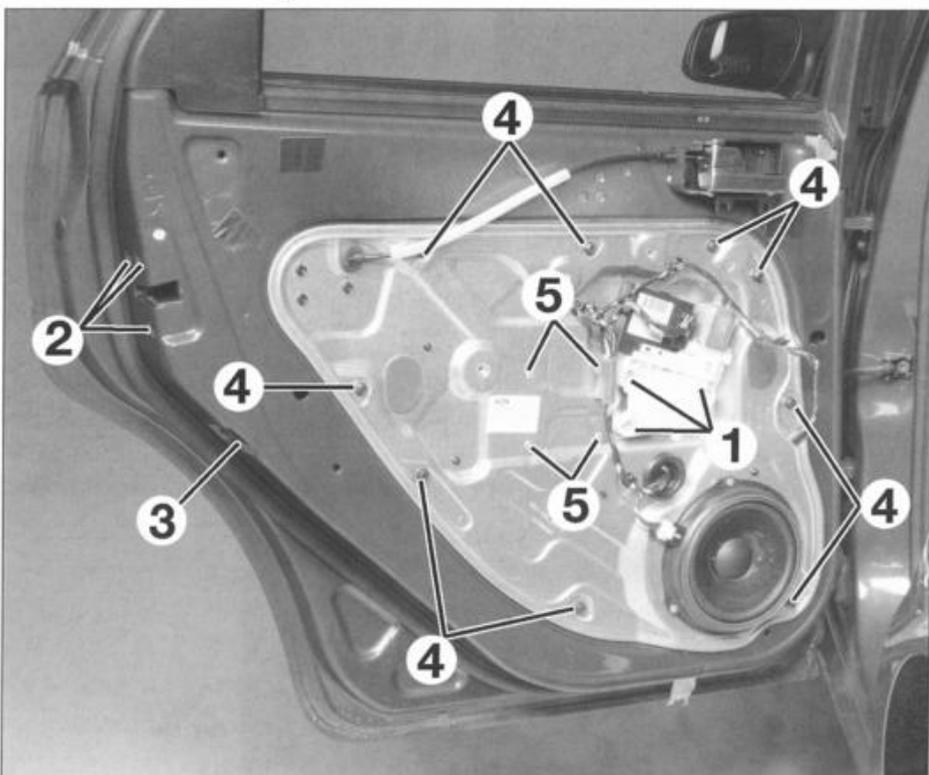

FIG. 67
- Desmontar los tres tornillos (1) (fig. 67) del motor de elevavinas (según equipo).
- los tres tornillos (2) (fig. 67) de fijación de cerradura.
- el tornillo (3) del soporte de cerradura.
- los 9 tornillos (4) del panel interior de puerta.
- Con una taladradora y una broca apropiada taladrar los 4 remaches (5) y desmontar el mecanismo de elevavinas.